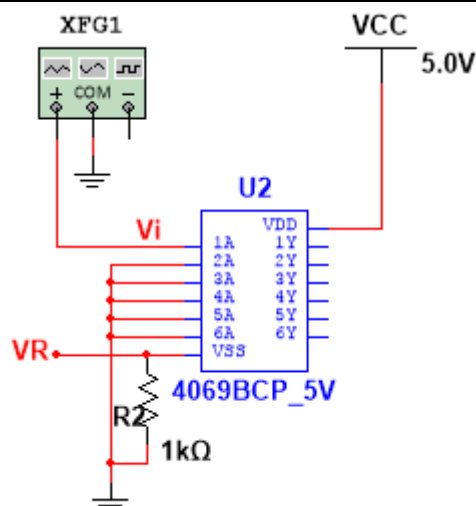

图1.3 CD4069电流传输特性测试
3) 按图 1.3 所示接线，测量  $V_R$  随  $V_i$  变化的特性曲线——说明为什么该曲线反映了 CD4069 的电流传输特性。